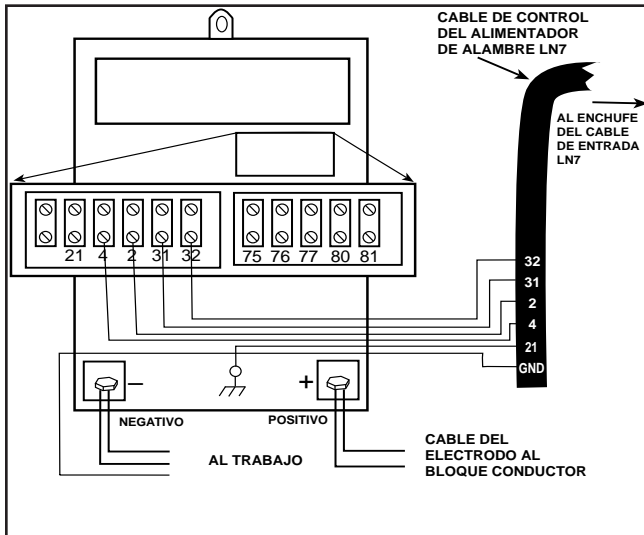

FIGURA C.8 - CONEXION DEL ALIMENTADOR DE ALAMBRE LN-7 A LA IDEALARC DC-600
3. Conecte los cables del cable de control del alimentador de alambre a la tablilla de conexiones de la IDEALARC DC-600, según se muestra en la Figura C.8.
NOTA: El diagrama de conexión de la Figura C.8 muestra al electrodo conectado para polaridad positiva. Para cambiar la polaridad: